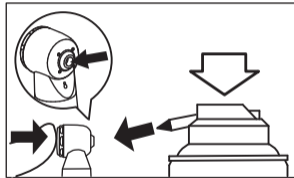

Fig. 11
- 2) Lubrifique o sistema de fixação diretamente pelo orifício de inserção da broca. (Fig. 11)